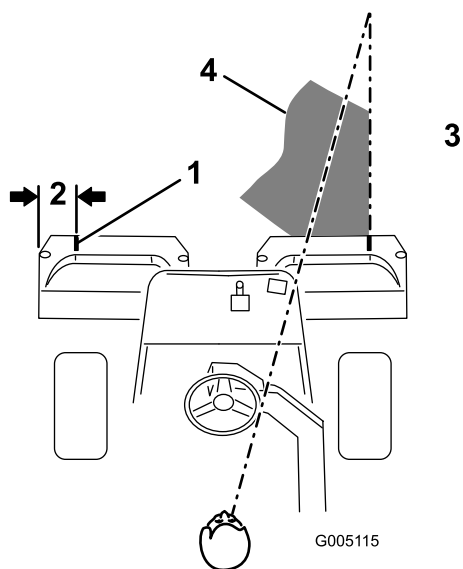
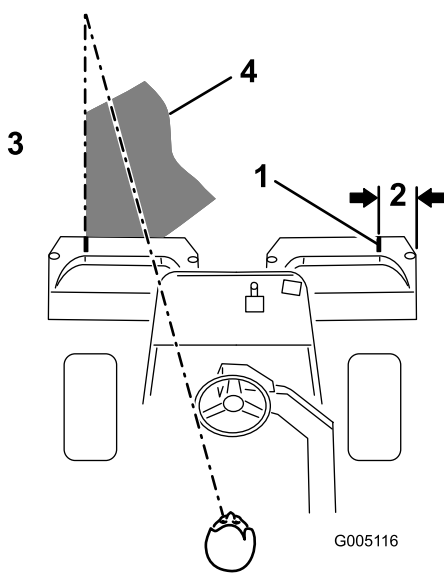

図 22
図 23
- その位置に白色テープか白ペンキで集草箱の縁と平行に目印を入れる（図 22）。
- 行きと帰りでのオーバーラップができるだけ小さくなるように運転します。隣の列との距離を一定に保って直進するには、本機の前方向約2~3mを視野に捕らえておくのがポイントです（図 22および図 23）。ハンドルを目印にして距離を合わせても良いでしょう。その場合、ハンドルの縁と本機
前方の目標ラインとを重ねて見ながら運転します（図 22および図 23）。